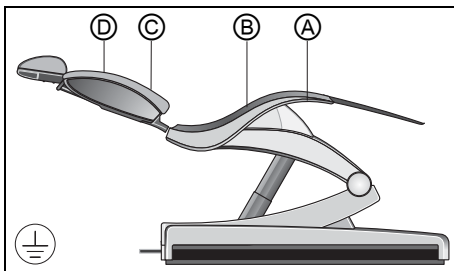
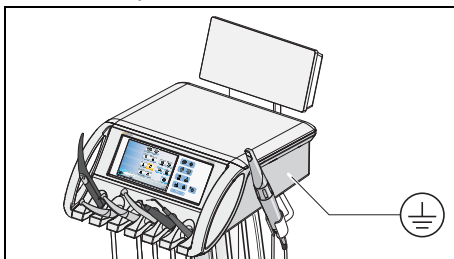

Bild 3-6 Messpunkte unterhalb des Sitzpolsters
Bild 3-7 Messpunkt Arztelement
- Hubrahmen (A) und Sitzträger (B) unterhalb des Sitzpolsters (Bild 3-6)
- Befestigungsschraube der Rückenlehne am Schwert (C)
- kleine Schraube an der Unterkante des Kopfstützenausschubs (D)
- Schraube an der Unterseite des Arztelementes (Bild 3-7)